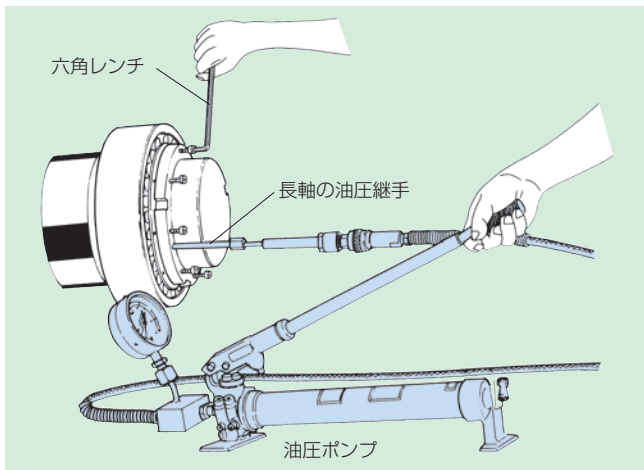

図16
(5) 油圧ポンプで加圧しながら締付け用ボルトをスパナで締め、軸受のラジアル内部すきまをすきまゲージで測定し、所定の"すきま"になるまでボルトを均一に締付けます（図16参照）。ボルト・ナットを取外し、所定の座金、または止め金で固定します。